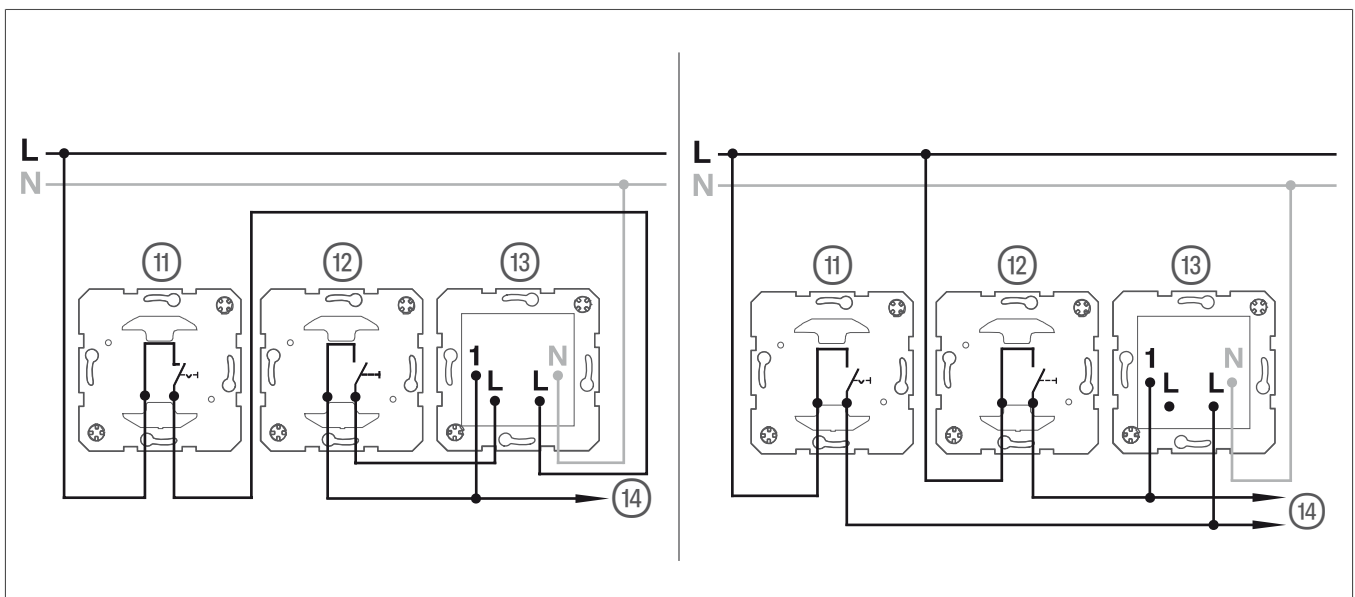

Bild 4: Anschlussbeispiel Farbumschaltung über Außenleiter geschleift (links) / nicht geschleift (rechts)
Die folgenden Beispielschaltungen zeigen zwei Möglichkeiten das LED-Signallicht anzuschließen. Im Anschlussbeispiel (Bild 4, links) wird der Neutralleiter auf den Steuereingang **1** getastet, um die Farbumschaltung zu realisieren. Im Anschlussbeispiel (Bild 4, rechts) wird der Außenleiter auf den Steuereingang **1** getastet.
- 1 LED-Signallicht, RGB nach Anschlussbeispiel (Bild 4) oder (Bild 1) anschließen.
- 2 Bei Bedarf weitere LED-Signallichter, RGB über (14) anschließen.
- 3 Einsatz (13) in eine Gerätedose montieren. Die Anschlussklemmen müssen unten liegen.